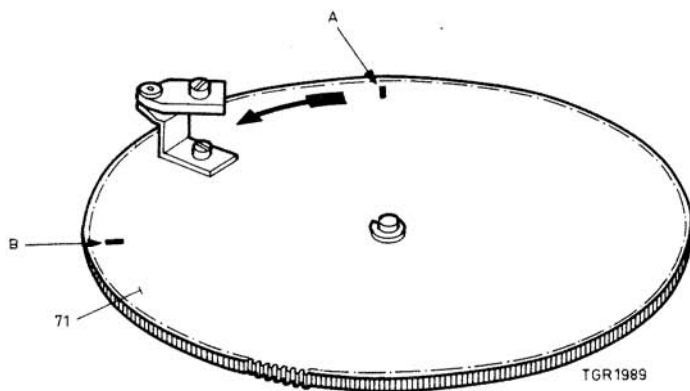

Fig. 18
Instelling van de grote commandoschijf pos.71, zie fig. 18
Veer pos.138 moet zodanig worden ingesteld, dat de sperhaak pos.123 in de standen "weergave" en "rust", de grote com- mandoschijf respectievelijk op de markeerpunten A en B blokkeert (± 2 tanden), zie fig. 18. Dit is in te stellen door veer pos.138 in lengterichting te verschuiven.
N.B. Commandoschijf pos.71 mag alleen in de door de pijl aangegeven richting verdraaid worden, daar anders veer pos.138 beschadigd wordt.